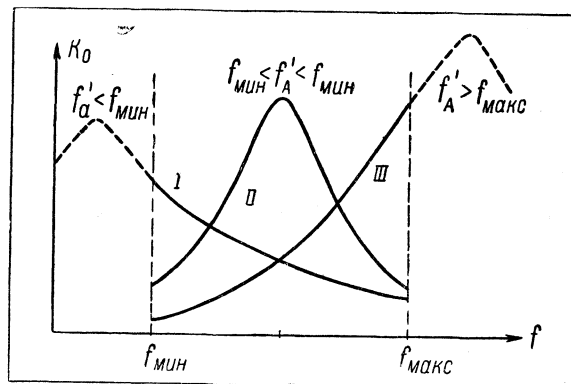

Рис. 7
1. Частота антенной цепи меньше минимальной частоты поддиапазона  $f_A < f_{\min}$ . С уменьшением частоты поддиапазона частота контура приближается к частоте антенной цепи, отчего переход энергии из антенной цепи в контур возрастает и коэффициент передачи увеличивается (кривая I, рис. 7).
2. Частота антенной цепи находится в середине поддиапазона  $f_{\min} < f_A < f_{\max}$ . Наибольший переход энергии из антенной цепи в контур имеет место при совпадении их частот (в середине поддиапазона). При изменении частоты контура в ту или иную сторону переход энергии из антенной цепи в контур уменьшается. Коэффициент передачи напряжения в этом случае изменяется согласно кривой II (рис. 7).
3. Частота антенной цепи больше максимальной частоты поддиапазона  $f_A > f_{\max}$ . С повышением частоты поддиапазона частота контура приближается к частоте антенной цепи, отчего переход энергии из антенной цепи в контур возрастает и коэффициент передачи напряжения увеличивается (кривая III, рис. 7).